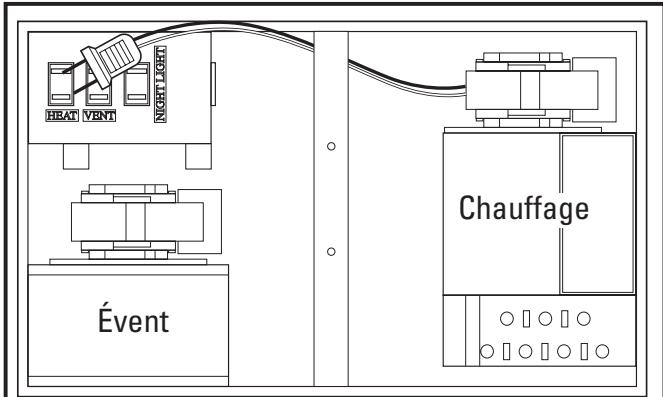
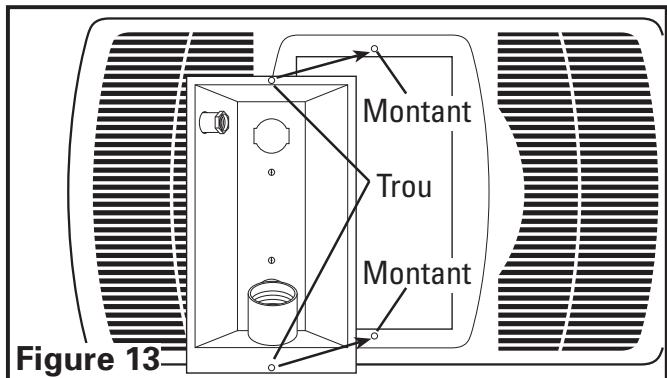

Figure 11
Figure 13
- Insérer la fiche provenant de l'unité de chauffage dans le réceptacle marqué « CHAUFFAGE (HEAT) », et la fiche venant du ventilateur dans le réceptacle marqué « VENT » (**Figure 11**).
- Installer le réflecteur de lumière dans la grille en alignant les montants sur la grille avec les trous dans le réflecteur de lumière (**Figure 13**). Soulever le réflecteur de lumière et la grille jusqu'au châssis et insérer la fiche de la lumière dans le réceptacle marqué « LUMIÈRE (LIGHT) » (situé sur le côté du compartiment de câblage) et insérer la fiche de la lampe de nuit dans le réceptacle marqué « LAMPE DE NUIT (NIGHT LIGHT) » (**Figure 11**).